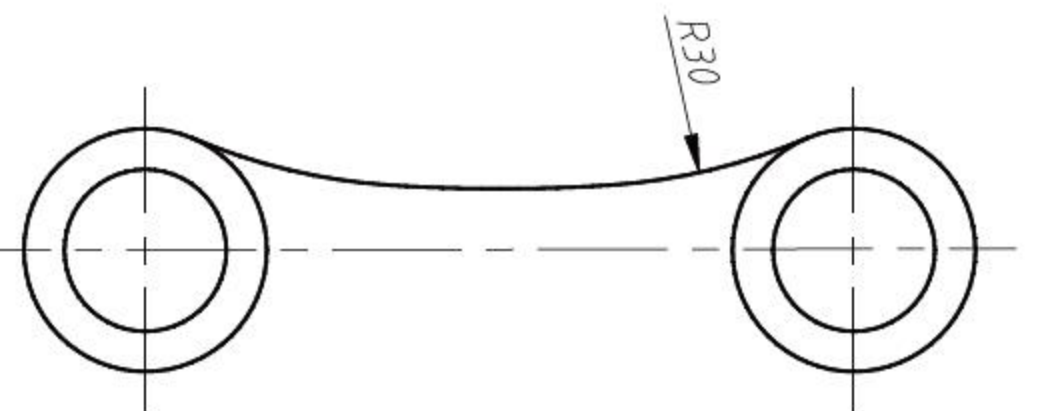

图3-89 操作结果
**07** 使用同样的方法对右侧进行倒圆角, 结果如图3-89所示。